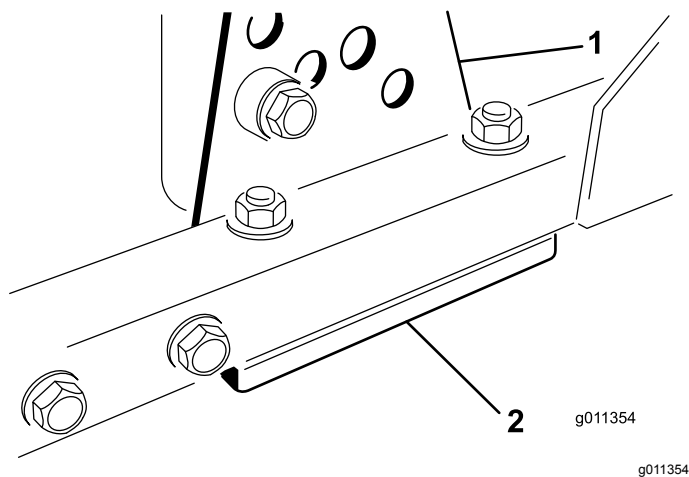

Figura 82
1. Retire o suporte da altura de corte, (frente, esquerda ou direita) da estrutura da plataforma (Figura 82).
2. Ajuste os calços de 1,5 mm e/ou de 0,7 mm entre a estrutura da plataforma e o suporte para obter a definição de altura pretendida (Figura 82).